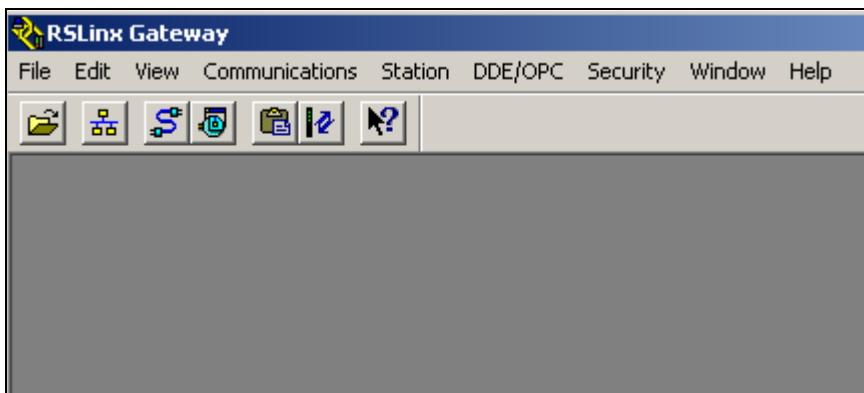

图 3-28 RSLinx 启动界面
6. RSLinx 通讯网络组态。单击 Start->Program->Rockwell Software->RSLinx->RSLinx，起动 RSLinx，如图 3-28 所示。